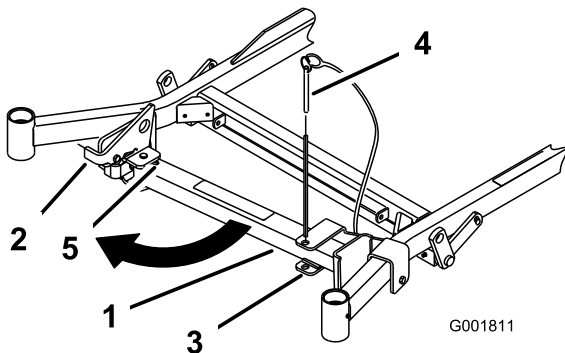
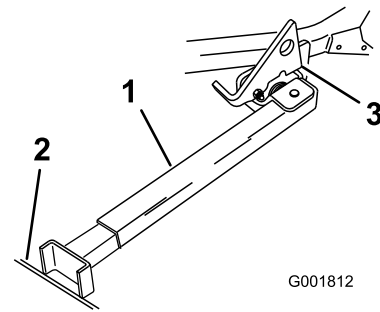

Bild 26
Bild 27
2. Nehmen Sie den Halterungsstift ab (Bild 26).
3. Heben Sie den Riegel an. Drehen Sie den Ständerfuß nach vorne heraus und schieben Sie den Ständer zur Maschine in den unteren Schlitz (Bild 26 und Bild 27).
4. Stellen Sie den Fuß auf den Boden und lassen Sie den Riegel auf der Drehlasche aufliegen (Bild 27).
- Hinweis:** Stellen Sie den Ständerfuß am besten in Risse auf Gehwegen oder in der Rasenfläche (Bild 27).
6. Fahren Sie auf den Stand auf. Halten Sie an, wenn der Riegel über die Lasche in die arretierte Stellung einrastet (Bild 27). Stellen Sie nach dem Auffahren auf den Stand die Feststellbremse fest und stellen Sie den Motor aus.
5. Stellen Sie den Ständer wieder in die Ruhestellung (Bild 26).